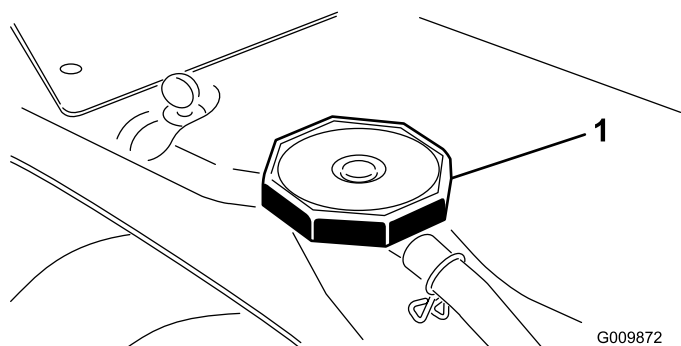

Figura 27
1. Retire cuidadosamente o tampão do radiador (Figura 27).